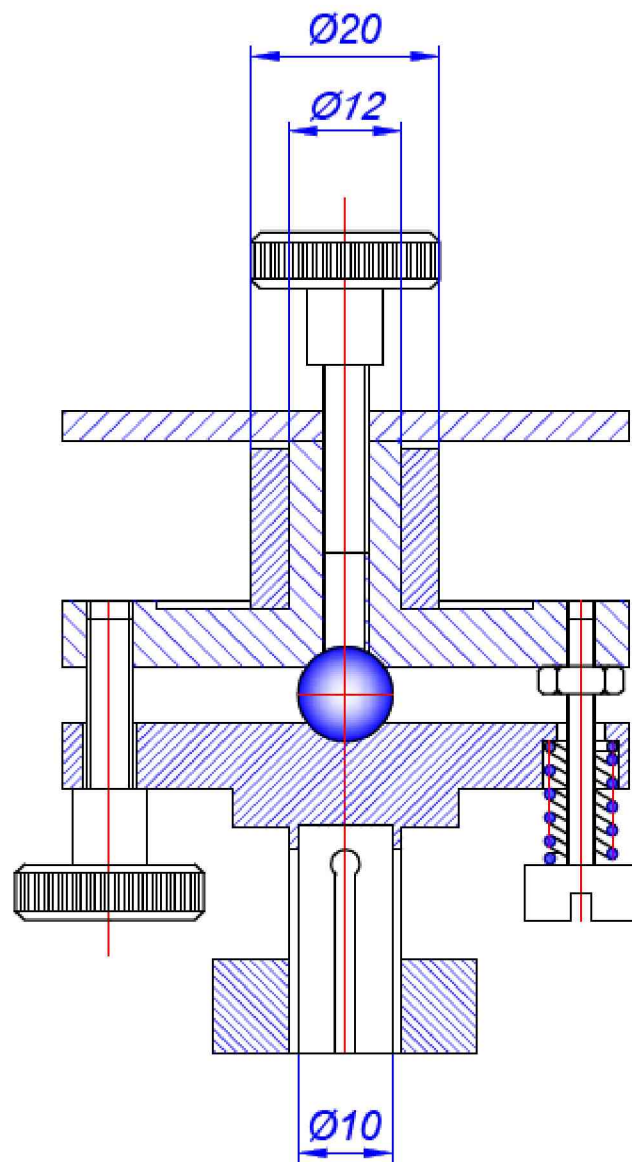

Рисунок 1 - Пример исполнения юстировочного столика для крепления призмы.
7.4.	Юстировочный столик для крепления призмы (см. приложение 1, рис. 1)
Закрепить преобразователь на плите поверочной валом вверх. Установить на валу преобразователя юстировочный столик для крепления призмы (см. приложение 1, рис. 1). Установить призму на столик. Установить автоколлиматор на плите поверочной так, чтобы его оптическая ось пересекала ось вращения и середину призмы.